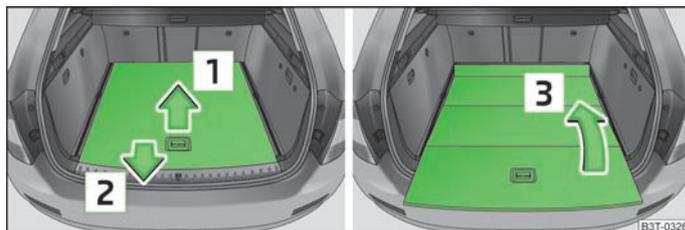
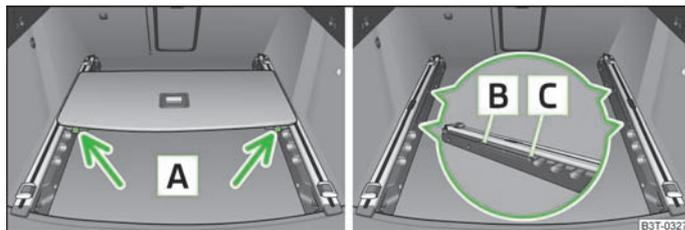

Fig. 75 Bagageira: recolher o piso de carga variável
Fig. 76 Bagageira: desmontar o piso de carga variável
- Segure na parte traseira do piso pela pega, levante-a ligeiramente no sentido da seta [1] » Fig. 75 e retire por cima do pára-choques, no sentido da seta [2], até a mesma encaixar na abertura [C] » Fig. 76.
- O piso de carga dobra-se quando é deslocado no sentido da seta [3] » Fig. 75.
- Prima os botões de segurança [A] » Fig. 76 e retire o piso.
- Desloque o piso para a frente, até que encaixe nas aberturas **B** das calhas de suporte » Fig. 76.